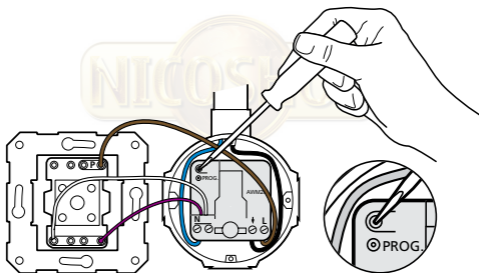

Figura 5
- Premere il pulsante programmazione per almeno tre secondi, vedi figura 5, in modo che rilasciando il pulsante il LED rosso si accenda.